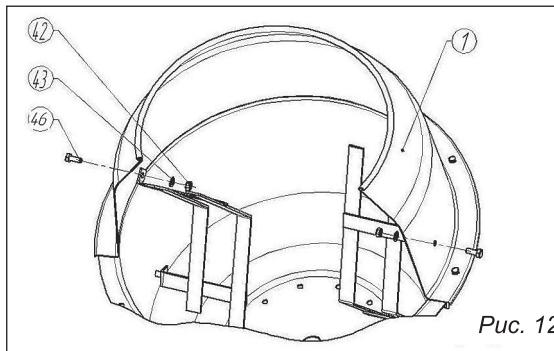

Рис. 12
6.9. Закрепление лопаток к верхней половине бака (рис. 12)